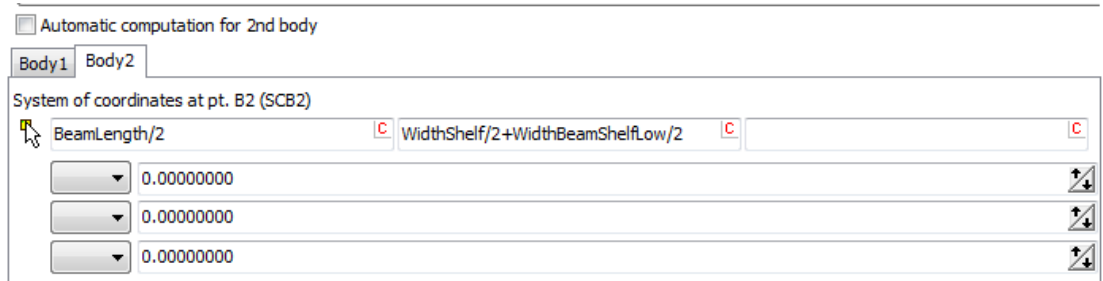

图 2.22
5. 在 **Body2** 页面设置 **Platform.Platform** 连接点 Point B2 (对应 **Base0** 的 Point B1) 坐标为 : (**BeamLength/2** , **WidthShelf/2 + WidthBeamShelfLow/2** , 0), 如图 2.22 所示。